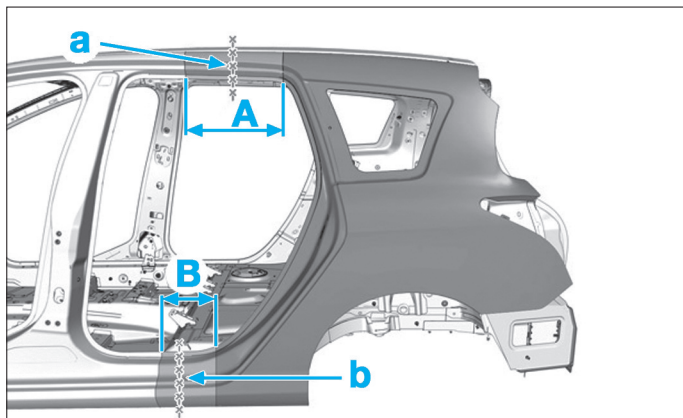

FIG. 169
- Tracer dans les zones de coupe (A) et (B) les lignes de coupe (a) et (b) puis découper (Fig.169).